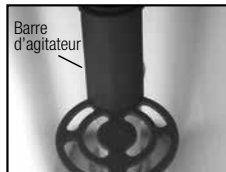

Figure 1
2) Mettez la main dans l'ouverture de remplissage du réservoir et retirez l'agitateur du corps de la chambre de pression (figure 1).